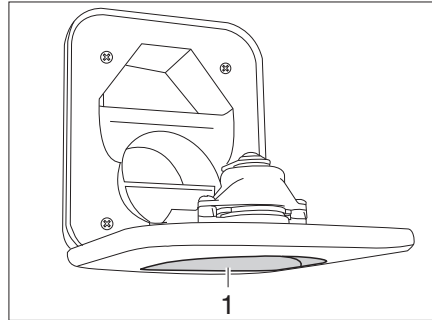

Bild 144 Frischwasser-Einfüllstutzen für Toilette
- Frischwasser-Einfüllstutzen für Toilette (Bild 144,1) oberhalb der Klappe für die Thetford-Kassette öffnen und nach unten schwenken.